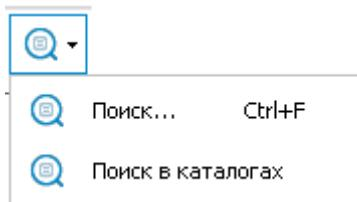

Рис. 69
2. В окне TG Browser в выпадающем меню кнопки **Поиск** выберите пункт **Поиск в каталогах** (Рис. 69).